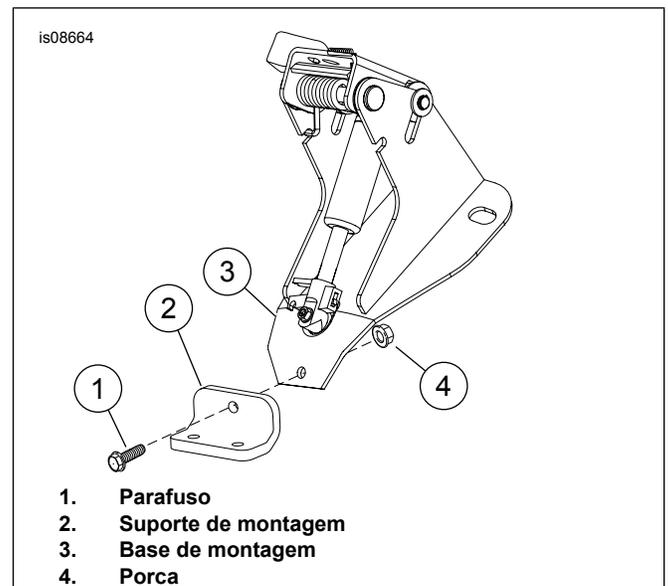

Figura 5. Instale o suporte
3. Veja Figura 5 . Prenda o suporte de montagem (2) à base de montagem (3).
4. Instale o parafuso (1) e a porca (4) como indicado. Deixe os parafusos desapertados.